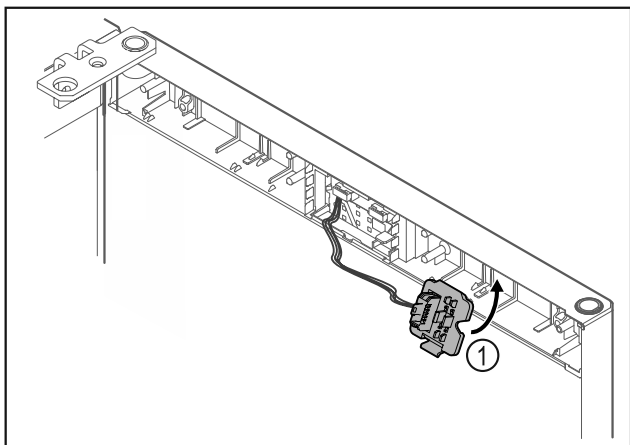

Fig. 24
- ▶ Fixați în poziție suportul fișei Fig. 24 (1) pe partea opusă.